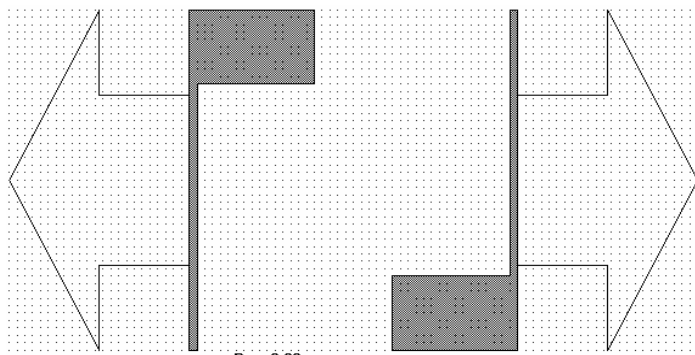

Рис. 2.38
5. Закройте окно рисования. Будет выведен запрос, хотите ли вы сохранить нарисованный элемент. Нажмите **Yes**, чтобы сохранить. Полученная топология показана на рис. 2.38.